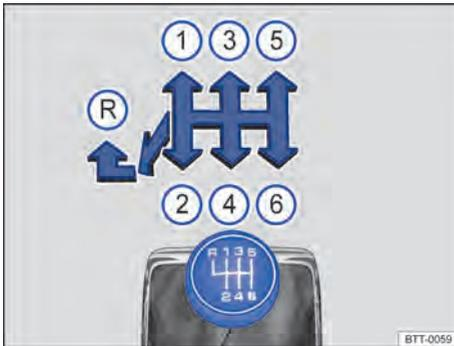

Fig. 93 Esquema de troca de marchas da transmissão manual de 6 marchas.
As posições das marchas individuais são mostradas na alavanca de troca de marcha → Fig. 93.
- Empurrar a alavanca de troca de marcha totalmente para a esquerda e depois para frente até a posição da marcha a ré → Fig. 93